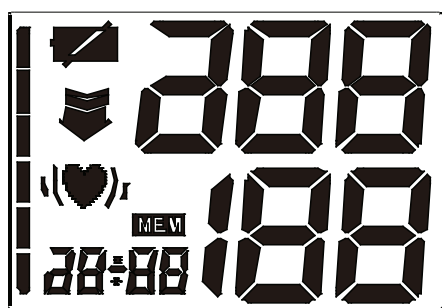

Figura 6
- a. Após posicionar o bracelete e colocar-se em uma posição confortável, pressionar o botão “START”. O dispositivo emite um sinal sonoro e a tela exibe todos os caracteres para o auto-teste. Ver figura 6. Contatar o centro de assistência no caso em que um dos segmentos não fosse visível.